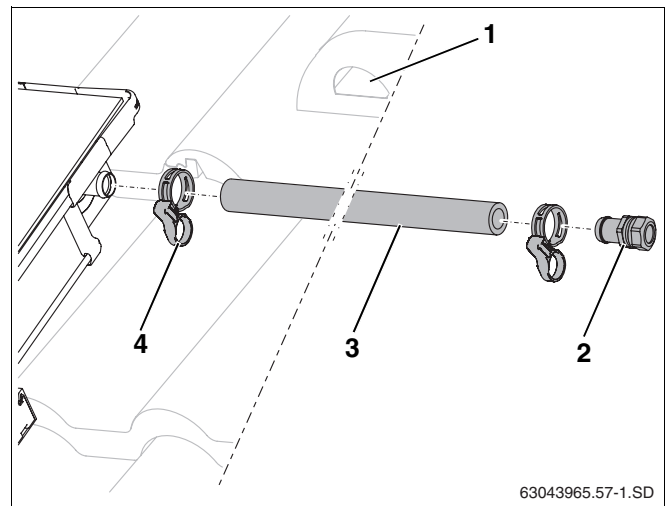

Abb. 53 Vorlaufleitung montieren (ohne Entlüfter am Dach)
- Langen Solarschlauch (1000 mm, Abb. 53, **Pos. 3**) auf den Vorlaufanschluss des Kollektorfeldes aufschieben und mit Federbandschelle (Abb. 53, **Pos. 4**) fixieren.
- Schlauchtülle mit Klemmringverschraubung (Abb. 53, **Pos. 2**) bis zum Anschlag in den Solarschlauch stecken und mit Federbandschelle fixieren.
- Sammelleitung an die Schlauchtülle R $\frac{3}{4}$ mit Klemmringverschraubung (18 mm) anschließen (Abb. 53, **Pos. 2**).